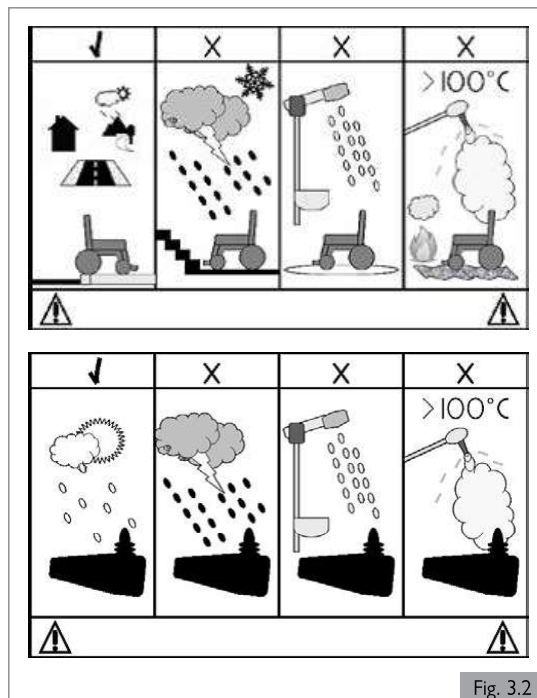

Fig. 3.2
3.2 Área de aplicación: entorno del usuario (Fig. 3.2)